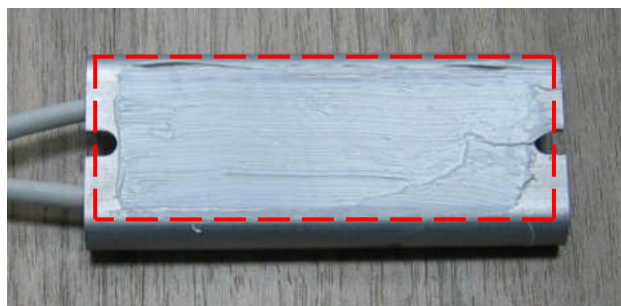

Рис.7.9
- 7.5.2. Нанести на нижнюю поверхность корпуса **резистора предзаряда** тонкий слой теплопроводного компаунда (рис.7.9).